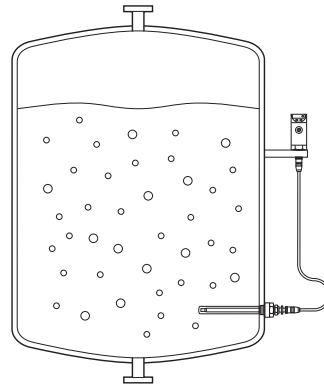

Abbildung 1: Temperaturüberwachung in Tanks und Behältern
- in Lagertanks, wo über die Schaltpunkte die Kühlvorrichtungen gesteuert werden, um eine konstante Temperatur von Flüssigkeiten aller Art, wie z. B. Getränke, Chemikalien usw. sicherzustellen (Abbildung 1).